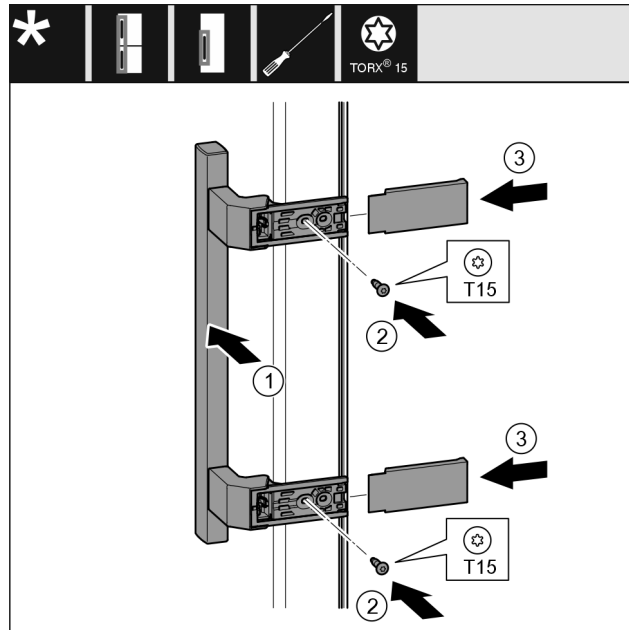

Fig. 21
- Griff Fig. 21 (1) auf der Gegenseite ansetzen.
- Schrauben Fig. 21 (2) mit Schraubendreher festschrauben.
- Abdeckungen Fig. 21 (3) seitlich ansetzen und aufschieben.